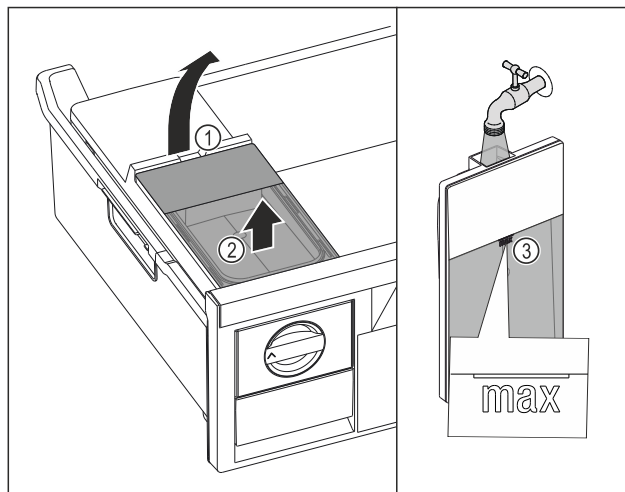

Fig. 71
- Sollevare il serbatoio dell'acqua dalla cavità Fig. 71 (1).
- Rimuovere il serbatoio dell'acqua estraendolo verso l'alto. Fig. 71 (2)
- Riempire il serbatoio dell'acqua con acqua potabile fino al contrassegno Fig. 71 (3).